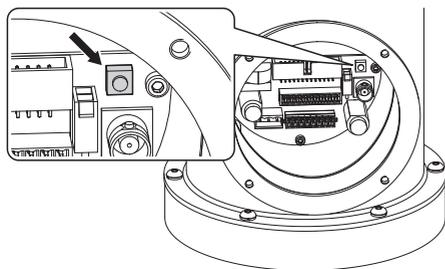

Fig. 14
- Maintenir la pression sur le bouton de réinitialisation (P1, Fig. 14, page 18).